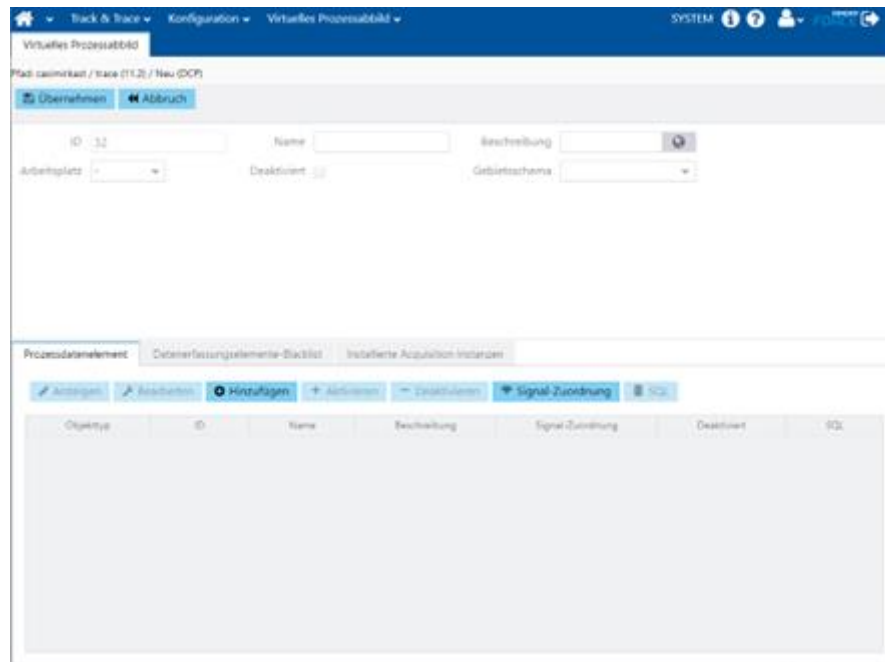

Bild 9: Dialogfenster für Datenerfassungspunkt (DCP)
- ➔ DCP-Dialogfenster öffnet sich (Bild 9).